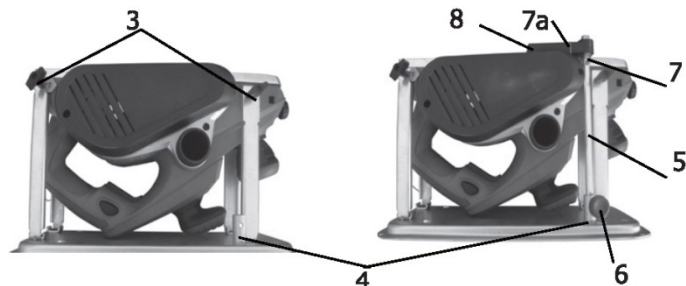

Рис.8
- В подставку установите рубанок вверх рабочей поверхностью, как показано на рис. 8 и закрепите винтами 3.
- В гнездо 4 (см.рис.8) установите поворотный шток 5 и закрепите его при помощи винта 6.